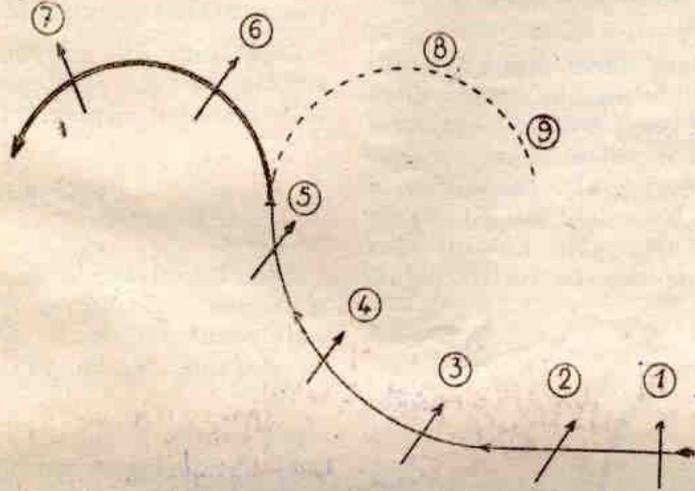
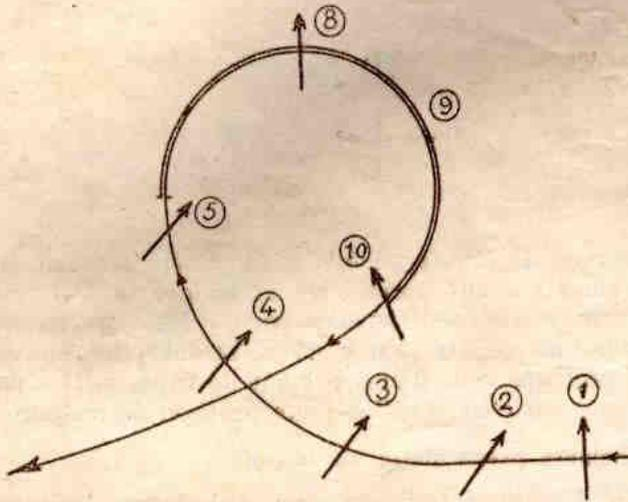
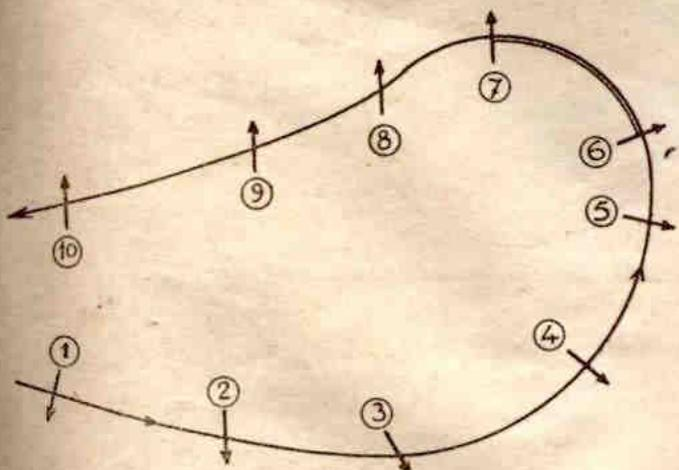

FIG. 40. — Entraînement préparatoire au looping.
FIG. 41. — Manœuvre du looping.
Fig. 43. — Manœuvre pour passer du vol sur le dos au vol normal.
Afin d'avancer toujours progressivement dans vos évolutions, commencez par réaliser la manœuvre représentée figure 40. Elle vous est déjà familière, accentuez-la de plus en plus jusqu'à atteindre en (5) la verticale et même la dépasser. C'est déjà un S vertical !
Arrivé au point (5) que vous aurez pris l'habitude d'atteindre (fig. 40), tirez sur le manche brusquement et à fond, le bras aussi haut que possible. Vous devez tenir l'avion uniquement par le fil du cabré pendant sa trajectoire (5) (8) (9) (10) (fig. 41). Les câbles se croisent pendant ce trajet. L'arrondi (5) (8) (9) se fait rapidement et à assez court rayon. En (10) vous reprenez le pilotage normal comme en fin de piqué.
Pour revenir en vol normal, vous pouvez le faire de la même façon (fig. 43). La manœuvre est la même.
Cette manœuvre correspond à la trajectoire de la figure 43 prise à l'envers, sens du manche inverse également. L'avion cabre en (10) (9) (8). Arrivé en (7) vous le maintenez à cette hauteur jusqu'à ce qu'il perde de la vitesse. Puis vous poussez à fond sur le manche et vous changez de main. L'appareil bascule (7) (6) (5) et à partir de (5) vous pilotez normalement de la main droite. C'est exactement la fin du looping (fig. 41).